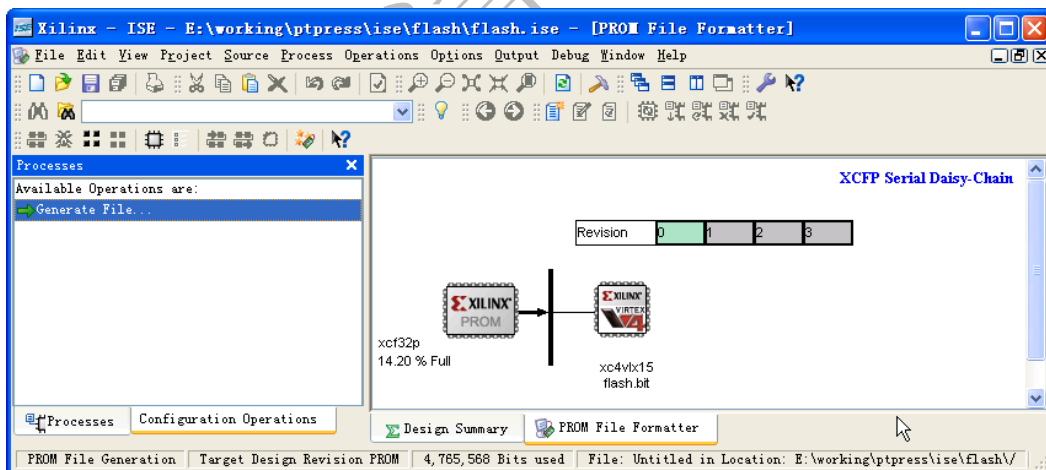

图 2.31 为 BIT 文件生成 MCS 文件
(6) 单击【Next】按钮，再单击【Finish】，会提示添加生成 MCS 文件的 BIT 文件，单击【确定】按钮。
(7) 添加好 BIT 文件后，会出现图 2.31 所示的界面。图中可以看到 PROM 器件的使用率以及关联的 BIT 文件。在“Processes”窗口中双击“Generate File”生成 MCS 文件。